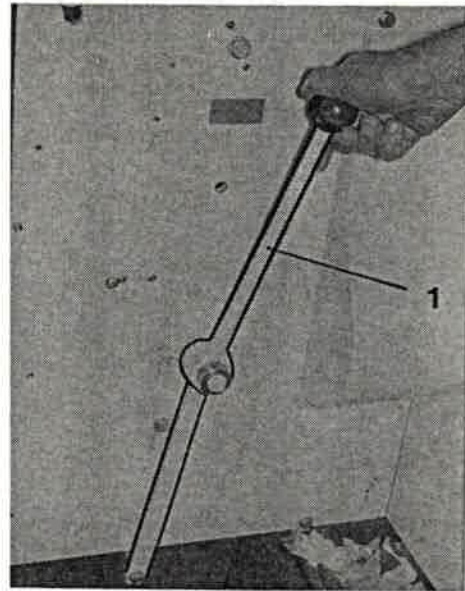

Bild 198
1. Dosierung durch Umschalten des Kupplungshebels (Bild 198/1) in „0“-Stellung ausschalten.